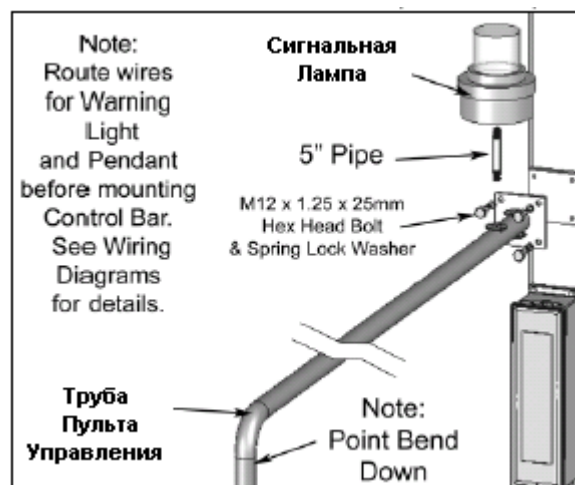

Рис. 16.1
2. Установить Трубу выносного пульта управления и сигнальную Лампу как показано на Рис.16.1